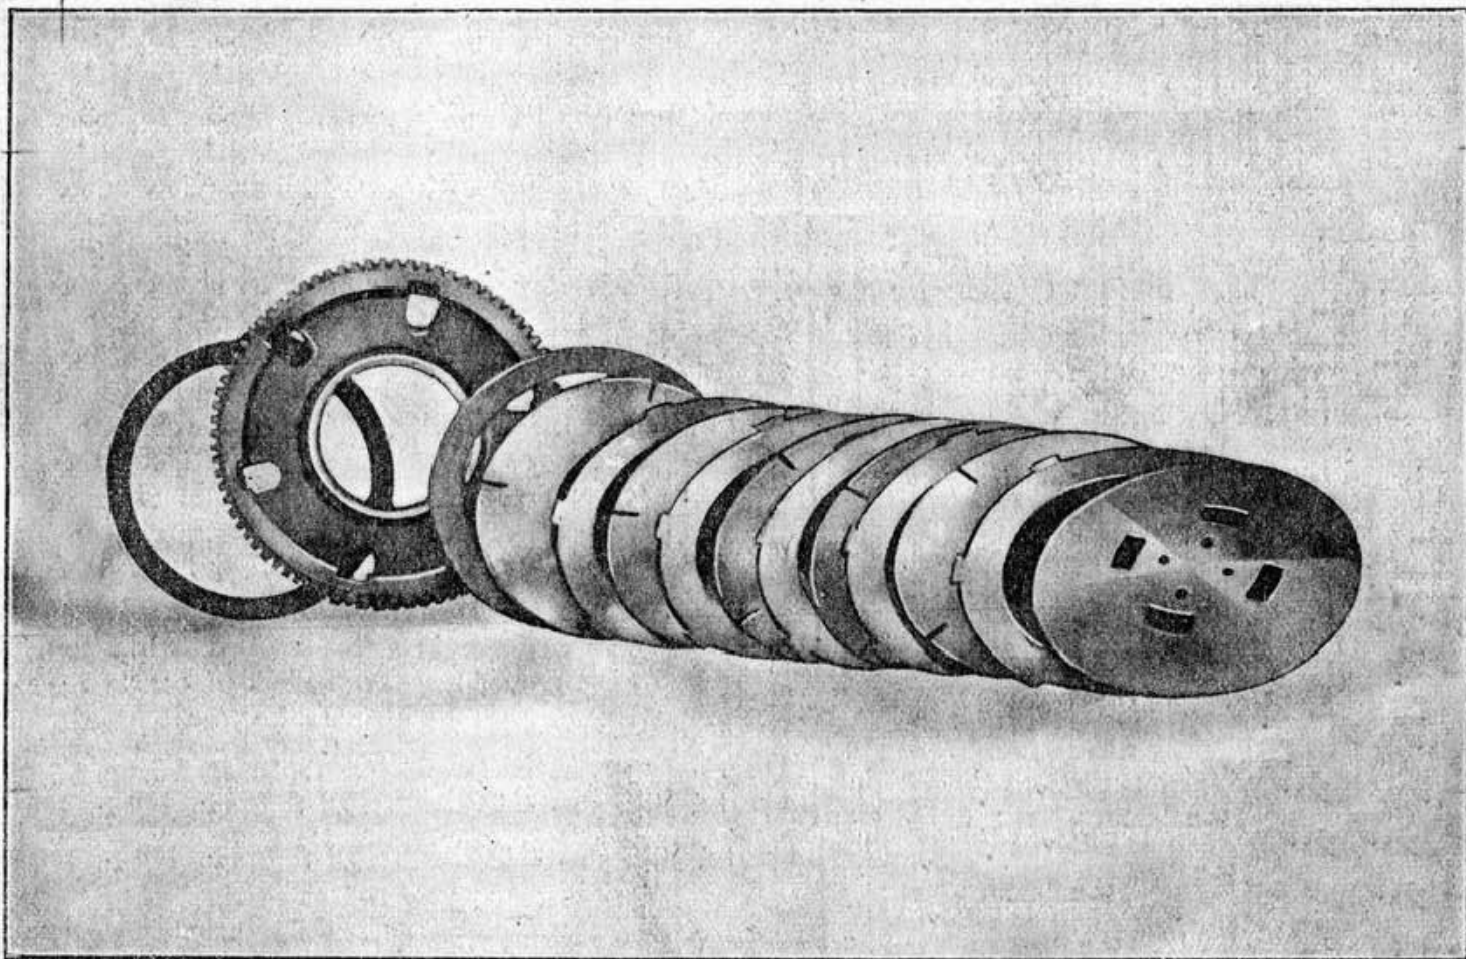

Fig. 24 - Frizione smontata - Osservare l'ordine di montaggio dei vari pezzi
*Avvertenze:* Si montano i dischi nell'ordine col quale si erano tolti (vedi fig. 24). Essi devono essere puliti e leggermente uniti. L'asta comando frizione deve avvitarsi sul piattello spingi-dischi in modo che essa sporga per circa un filetto. È opportuno controllare che la corsa massima dell'asta e del piattello (quando il comando è in posizione " tutto disinnestato ") sia tale da non permettere l'uscita del piattello stesso dalle tacche frontali della griffa, e dei dischi estremi dalle cave del corpo girevole. Se si riscontra ciò, occorre avvitare maggiormente l'asta di comando.